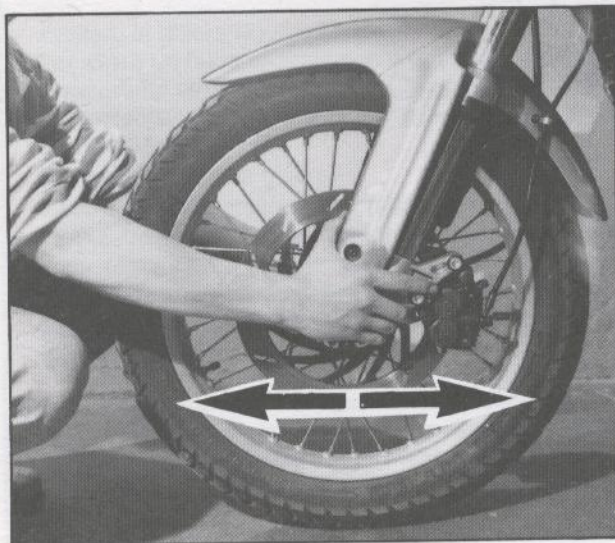

Fig. 12
- Verificare il gioco dei CUSCINETTI, ponendo il motociclo su un cavalletto e SCUOTENDO i FODERI della FORCELLA secondo la direzione di marcia (Fig. 12).
- Check BEARING clearance by placing the motor-cycle on a stand and SHAKING the FORK SLEEVES in the travelling direction (Fig. 12).